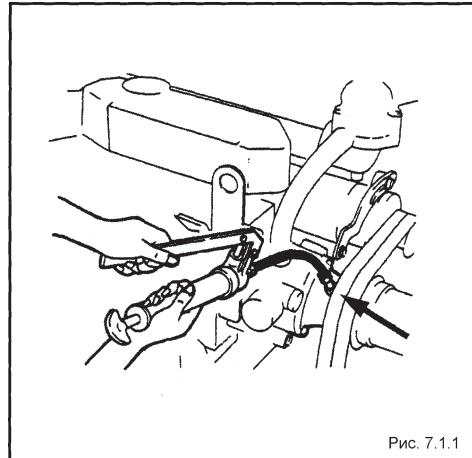

Рис. 7.1.1
- г) Смажьте густой смазкой подшипник насоса системы охлаждения — см. рис. 7.1.1. (Только для дизель-генераторов).